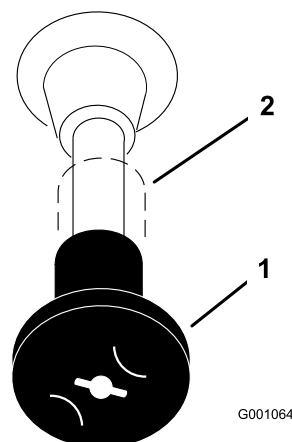

Figure 11
4. Tirez la manette de starter en position ouverte pour démarrer à froid (Figure 11).
7. Lorsque le moteur a démarré, amenez progressivement la manette de starter en position hors service (Figure 11). Si le moteur cale ou hésite, tirez à nouveau sur la manette de starter pendant quelques secondes, puis repoussez-la à la position voulue. Répétez l'opération si nécessaire.